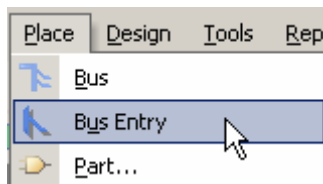

图 2.93 选择“Place”->“Bus Entry”命令
(1) 单击“Wiring”工具栏中的布置总线引入线工具按钮，或者在主菜单选择“Place”->“Bus Entry”命令，如图 2.93 所示，熟悉 Altium Designer 的用户可以使用快捷键“P”，“U”。